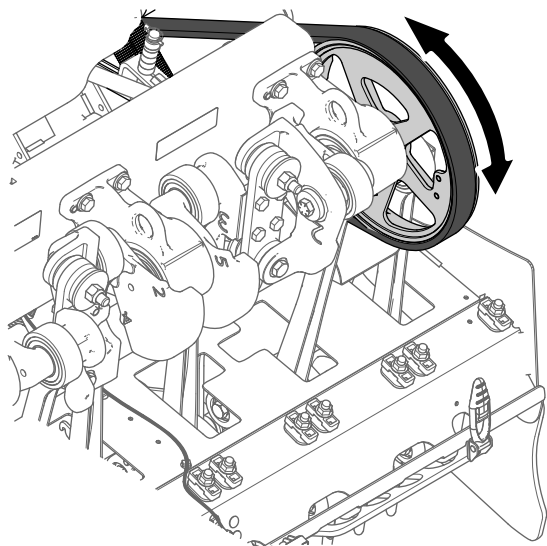
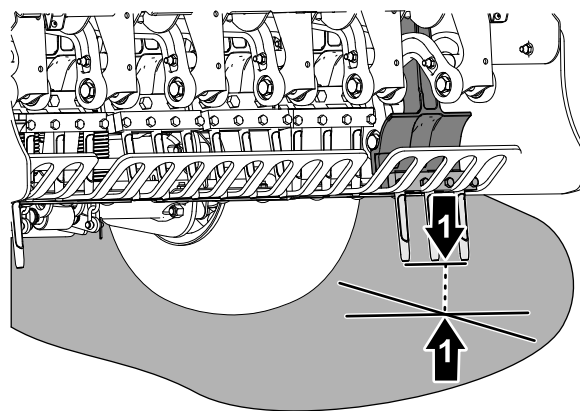

Рисунок 63
Рисунок 64
4. Поверните шкив вала аэратора (Рисунок 63) так, чтобы крайние зубья максимально приблизились к земле (Рисунок 64).